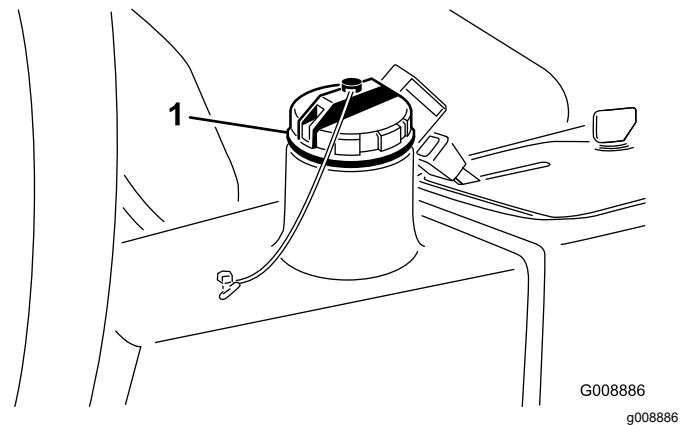

Bild 76
2. Reinigen Sie den Bereich um den Füllstutzen und den Deckel des Hydraulikbehälters (Bild 76).